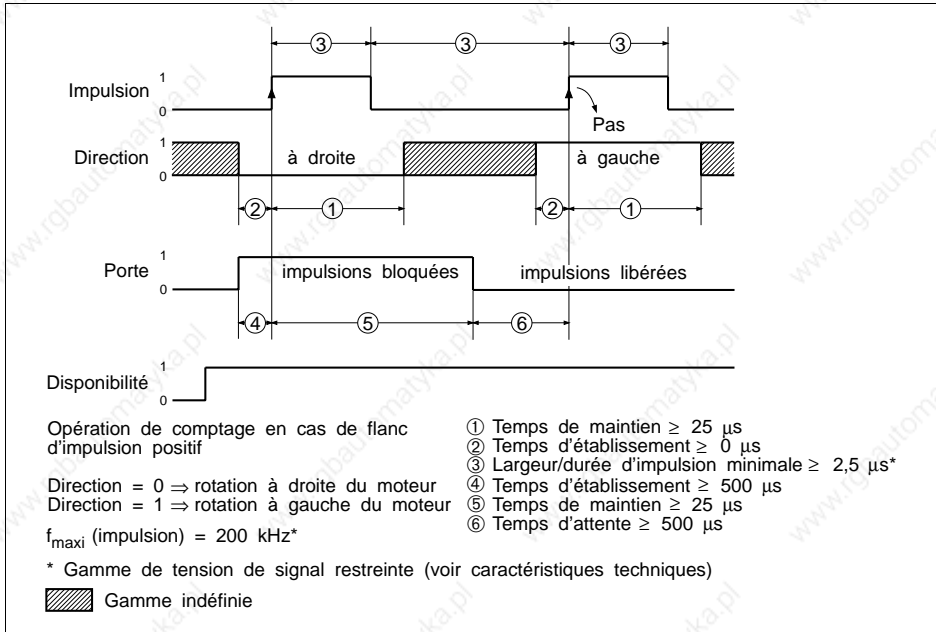

Fig. 8 Diagramme des temps
**Micro-step** La fonction micro-step peut être sélectionnée à l'aide de l'entrée de signal micro-step ou à l'aide de l'interrupteur micro-step (se reporter également à la page 16). Le cours du temps de l'entrée de signal micro-step correspond au cours du temps de l'entrée de signal porte (se reporter à la fig. 8).